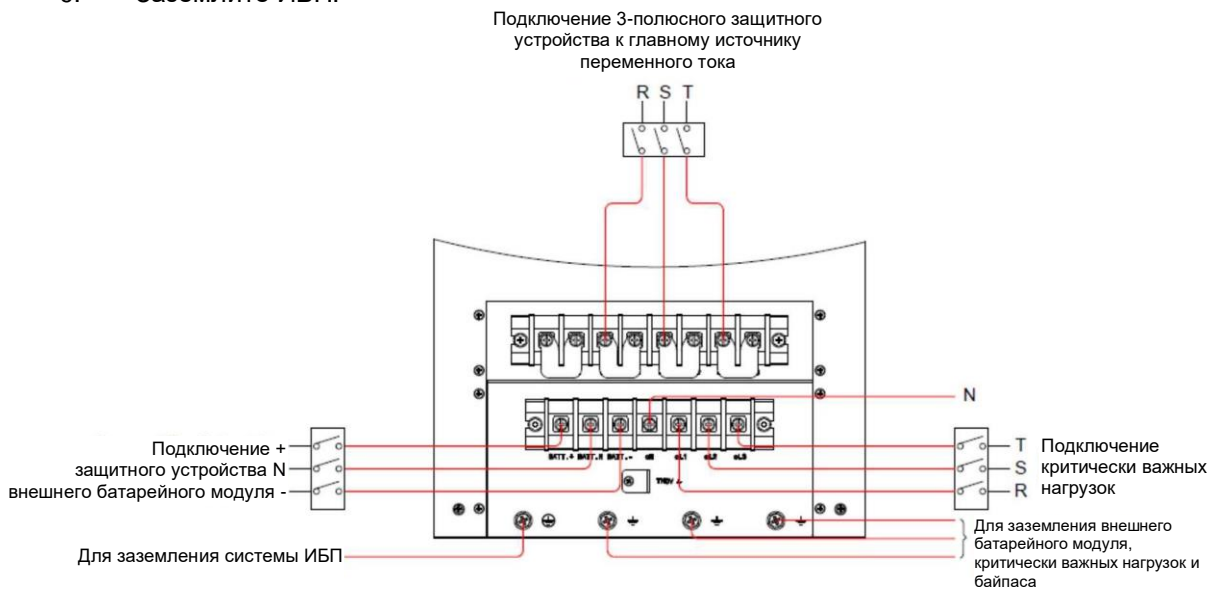

Рисунок 5-9. Схема подключения одного ИБП 20/30/40 кВА к одной линии питания
- Для подключения ИБП к сети переменного тока установите защитное устройство, отвечающее требованиям безопасности (см. таблицу ниже). Требования к установке защитного устройства см. на **рис. 5-9** и **5-10**.
На **рис. 5-9** и **5-10** показано, что сеть переменного тока представляет собой систему TN, и между ИБП и сетью переменного тока установлено 3-полюсное устройство защиты от обратного тока. Если сеть переменного тока представляет собой систему TT, установите между ИБП и питающей сетью 4-полюсное защитное устройство.
- Подключите клемму заземления внешнего батарейного модуля к клемме заземления ($\frac{+}{-}$) ИБП (расположение клеммы показано на **рис. 5-9**). Не подключайте клемму заземления внешнего батарейного модуля к какой-либо другой системе заземления.
- Во избежание выхода ИБП из строя его входы должны быть соединены по схеме «звезда» (Y), и к ИБП должен быть подключен нейтральный провод (mN/bN). Не подключайте нейтральный провод (mN/bN) ИБП к клемме заземления () .
- Подключите кабели сети переменного тока, внешнего батарейного модуля и выходные кабели к клеммному блоку (см. **рис. 5-9**).
На **рис. 5-9** показано, что сеть переменного тока представляет собой систему TN, и между ИБП и сетью переменного тока установлено 3-полюсное устройство защиты от обратного тока. Если сеть переменного тока представляет собой систему TT, установите между ИБП и питающей сетью 4-полюсное защитное устройство.
2. Подключите кабели сети переменного тока, внешнего батарейного модуля и выходные кабели к клеммному блоку (см. **рис. 5-9/5-11**).